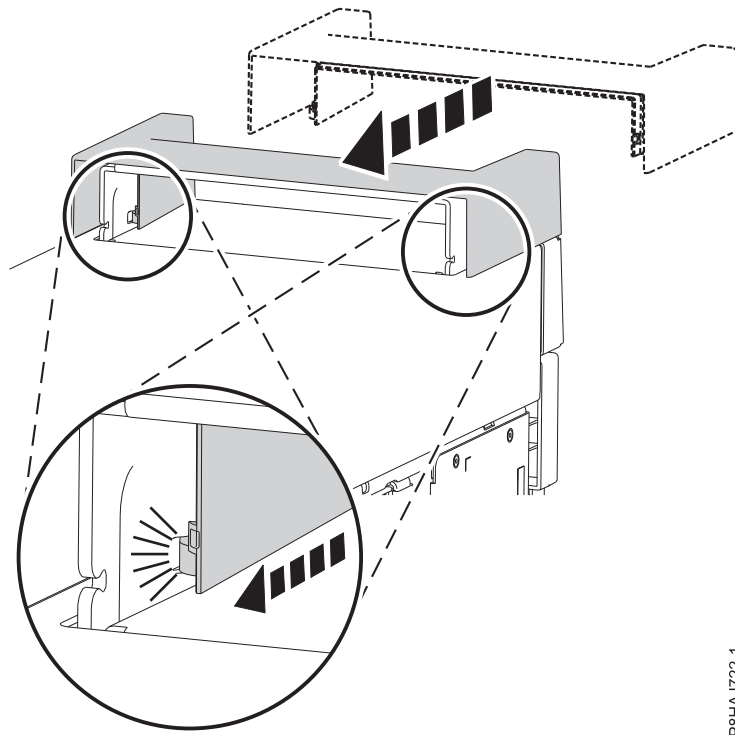

図 20. 8286-41A スタンドアロン・システムへのハンドル・カバーの固定
1. ハンドル・カバーを、システムの後部方向へスライドさせて内部 RDX ドッキング・ステーション (FC EUA3) に固定します。図 20 を参照してください。